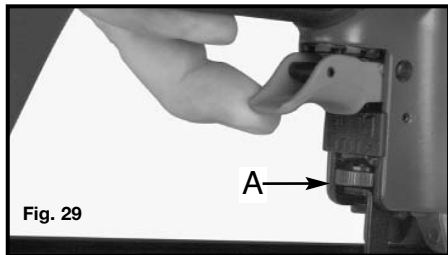

Fig. 28
Cet outil est expédié de l'usine avec un déclencheur « à activation séquentielle unique ». **Pour tirer, empoignez fermement l'outil pour garder le contrôle, positionnez le nez de l'outil sur la surface de travail, poussez l'outil fermement contre la surface de travail pour enfoncer le mécanisme de sécurité (S) Fig. 28, et resserrez le déclencheur pour tirer un clou. Laissez l'outil reculer pour s'éloigner de la surface de travail lorsque le clou est envoyé. Cette méthode « d'activation séquentielle unique » fournit la mise en place de l'organe d'assemblage la plus précise.**